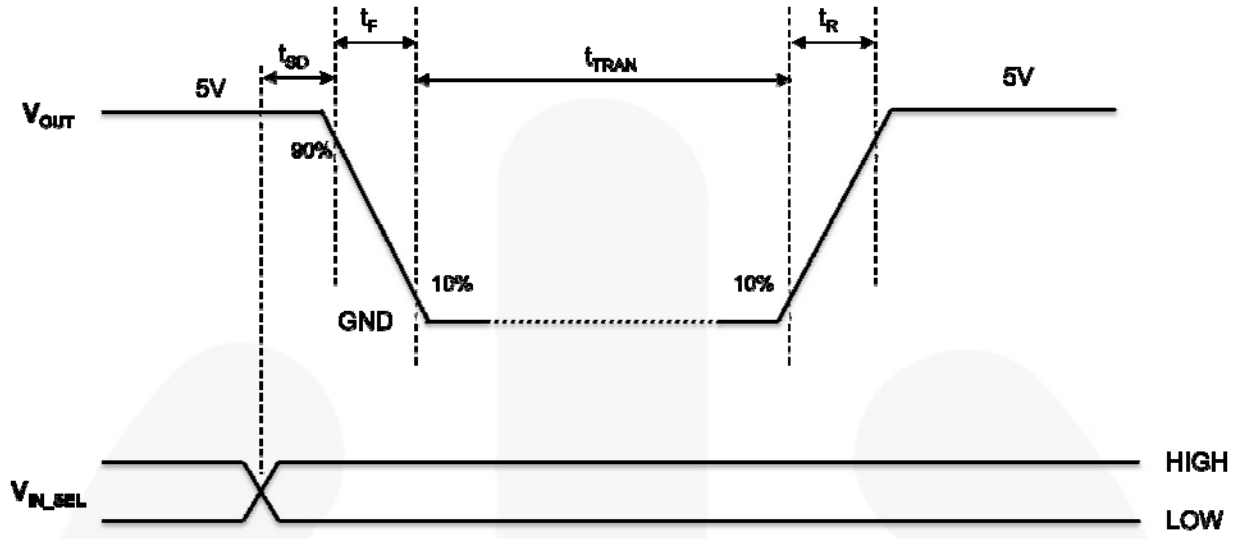

图 6. 转换延迟 ( $V_{IN}=V_{BUS}=5\text{ V}$ )
- $t_{SD}/t_{TRAN}/t_R/t_F$  在图 6 中进行定义。